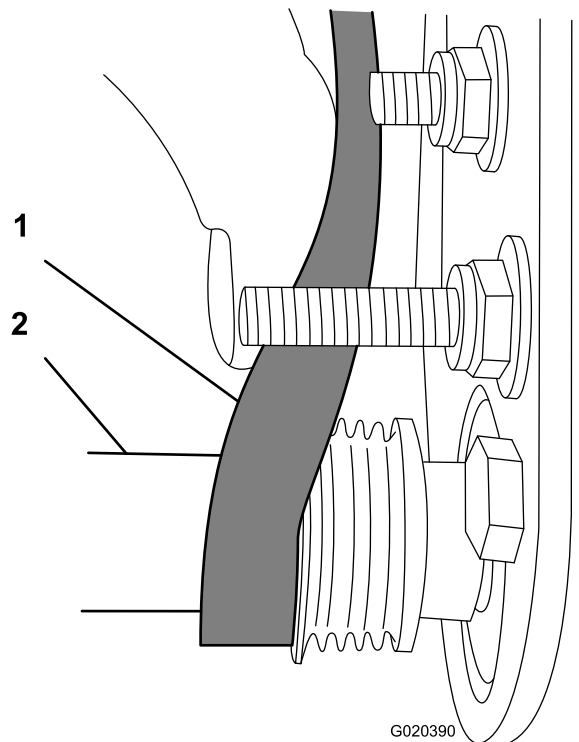

Bild 25
- C. Drehen Sie die Bürste mit einem $\frac{9}{16}$ "-Sechskantschlüssel und verlegen Sie den Riemen auf der Antriebsriemenscheibe (Bild 25).